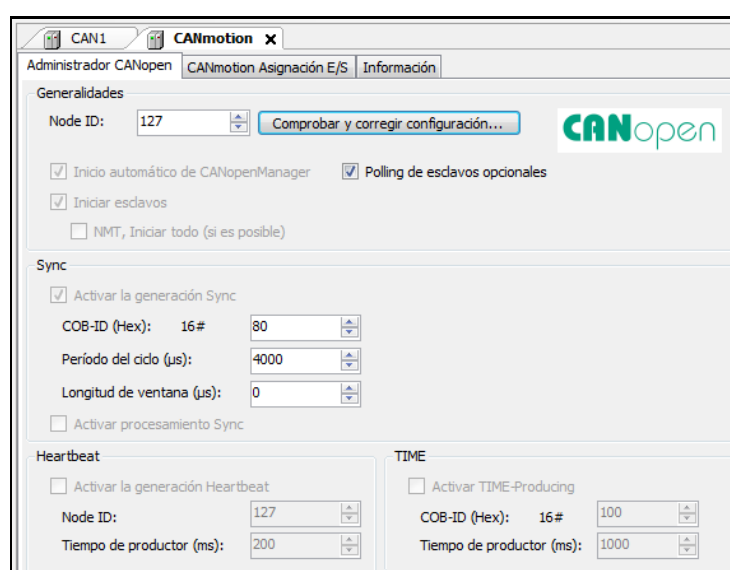

Figura 101. Configuració del mestre CANopen
A la figura 101, podem veure la finestra de configuració del mestre CANopen. Una vegada que tenim incorporat el gestor de CANmotion, farem doble clic a sobre del gestor per obrir la finestra de configuració de propietats del mestre. El node ID identifica el node del controlador, pel nostre deixarem el que ve predeterminat per defecte (127). L'àrea “Sync” la tindrem activada per defecte i serveix per activar la generació del objecte per part del mestre, on deixarem la configuració predeterminada per defecte. En el cas de treballar amb tres de dos eixos, augmentaríem el valor de temps del període de cicle de bus.